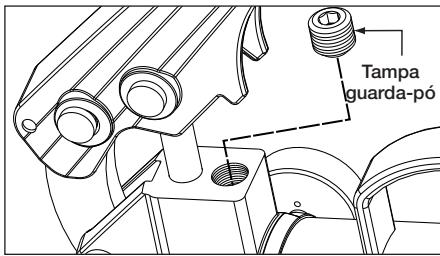

Figura 12, Válvula de Alívio (P-18 e P-39)
- Somente modelo P-84:** instale um manômetro de pressão de 0-1000 bar [0-15,000 psi] na saída "A" da bomba. Instale um bujão na saída "B" da bomba. Mova a alavanca de controle da válvula para a posição (A).
- Nos modelos P-18 e P-39, a válvula de alívio está localizada na parte superior da cabeça da bomba. Ver Figura 12.